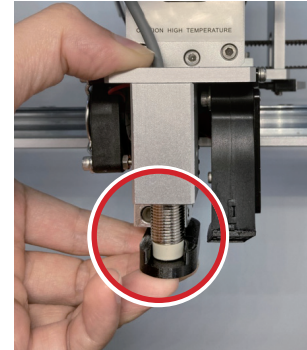

Abb. 3
6. Bewegen Sie den Z-Sensor nach oben oder unten, bis der Z-Sensor und die Düse mit der Oberseite des Z-Sensor-Kalibrierwerkzeugs ausgerichtet sind. Siehe Abb. 3.